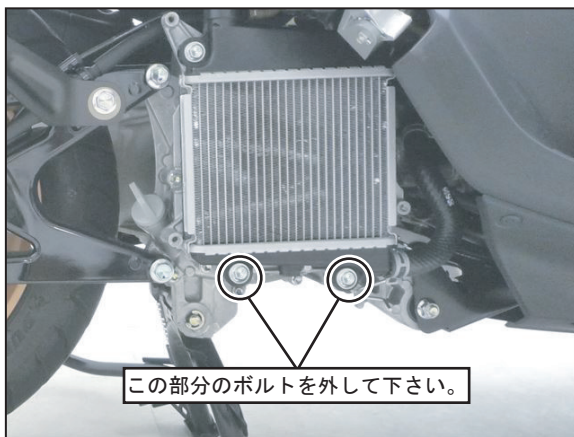

FIG. 2
3. ラジエタ下部の純正ボルト2本を外し、外したボルトを使用して⑤エキゾーストパイプステーを取り付けて下さい。(FIG. 2, 3 参照)